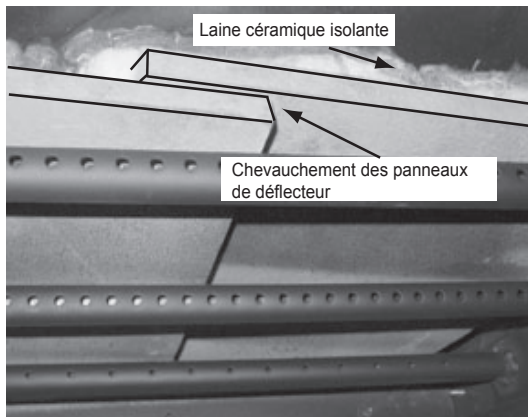

Figure 26.1
3. Une fois que le couvercle de protection du déflecteur a été enlevé, tirez en avant les panneaux du déflecteur et la laine céramique d'environ 25 mm (1 po), puis chevauchez les déflecteurs entre 25-51 mm (1-2 po) (**Figure 26.1**).